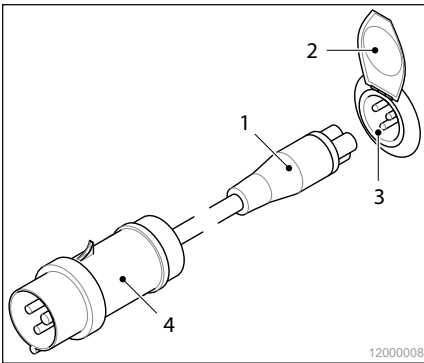

Abb. 8 Stromkabel
2. Lösen Sie die Abdeckung (Abb. 8/2) des Stromanschlusses und stecken Sie die Kupplung des Elektrokabels (Abb. 8/1) am Mini-CEE-Einbaustecker des Fahrzeugs (Abb. 8/3) ein.
3. Stecken Sie den CEE-Stecker des Elektrokabels (Abb. 8/4) an der Stromentnahmestelle ein. Verwenden Sie ggf. einen für die Stromentnahmestelle geeigneten Adapter.